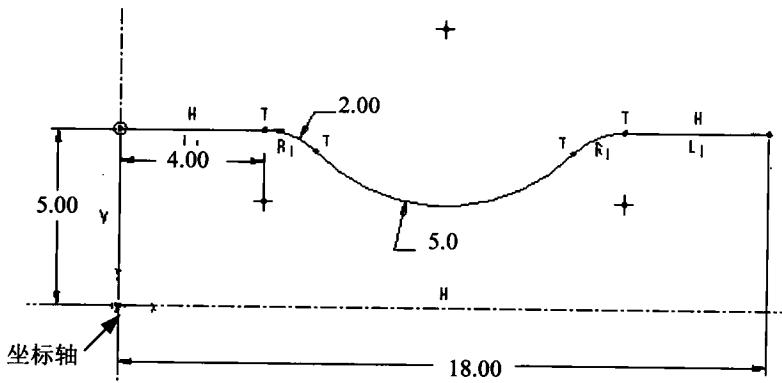

图 1-13
- ① 新建一个零件模块。
- ② 执行“插入”→“基准”→“图形”命令，命名为 Graph1。绘制坐标、x 轴创建线与 y 轴创建线，绘制如图 1-13 所示的函数图形。